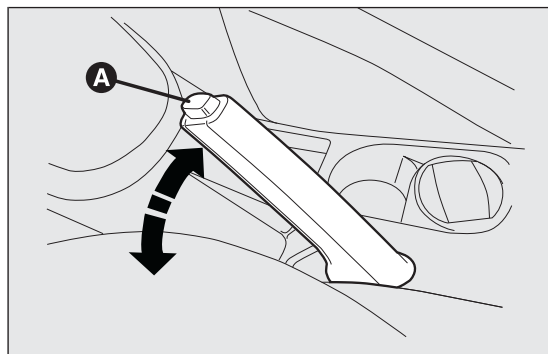

fig. 119
- ☐ levantar ligeramente la palanca y pulsar el botón de desbloqueo A fig. 119;